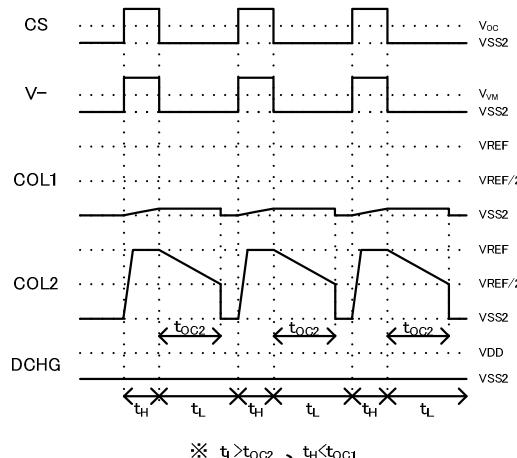

图1
- CS端子与VSS2间的电压上升至过电流保护电压以上但在过电流保护不感应时间以内、又下降到过电流保护电压以下的情况时，连接COL1端子上的电容的电压将在过电流解除不感应时间内保持，过电流解除不感应时间后，进行放电。放电为脉冲状的电流放电、CS端子与VSS2端子间的电压在过电流保护电压以上和过电流保护电压以下反复变动的情况下，CS端子与VSS2端子间的电压在过电流保护电压以下维持的时间在过电流解除不感应时间以上时，COL1端外接的电容不断放电，放电过电流保护不动作(下图1)。但是，CS端子与VSS2端子间的电压在过电流保护电压以下维持的时间在过电流解除不感应时间以下的情况下，过电流保护电压以下时区间时COL1端子上的电容的电压保持、过电流保护电压以上的区间时对其电容进行充电，两区间的合计为过电流保护不感应时间，此时将进行放电过电流保护动作(下图2)。